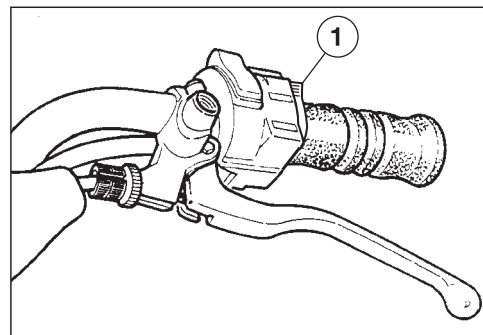

Fig. 8
- ◆ Se l'avviamento avviene a motore freddo, ruotare verso il basso la leva per l'avviamento a freddo (1- Fig. 8).